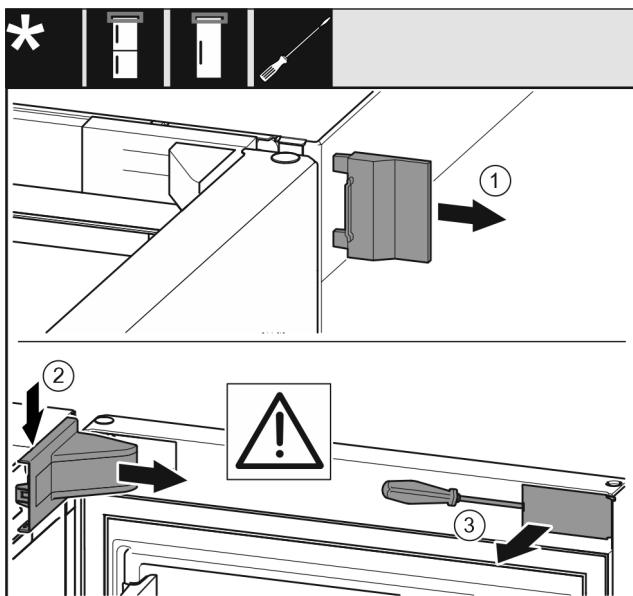

Fig. 11
- Снимите внешнюю крышку. Fig. 11 (1)
► Освободите и отсоедините крышку опорного кронштейна. Снимите крышку опорного кронштейна. Fig. 11 (2)
- При помощи шлицевой отвертки освободите накладку и отведите в сторону. Fig. 11 (3)